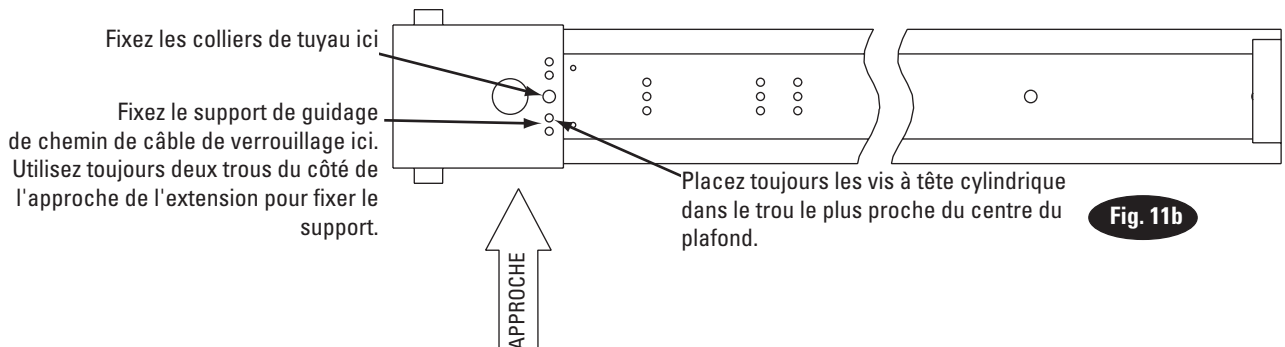

Fig. 11b
- Fixez les supports de guidage de chemin conduit de câble de verrouillage à la structure supérieure comme illustré, Fig. 11a et Fig. 11b. Utilisez toujours les trous situés du côté de l'approche du pont élévateur. La vis à tête cylindrique hexagonale doit se trouver dans le trou le plus proche du centre de la poutre, Fig. 11b.